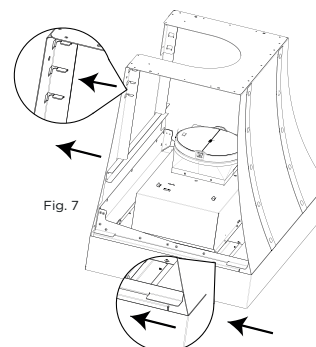

Fig. 7
13. Soulevez l'Oristano jusqu'à la hauteur de la hotte et faites-le glisser vers le mur jusqu'à la butée. (Fig. 7)
REMARQUE: Assurez-vous que la bride de l'Oristano entre dans la fente du support horizontal et poussez-la à fond pour assembler les brides de l'Oristano au mur. (Fig. 7).